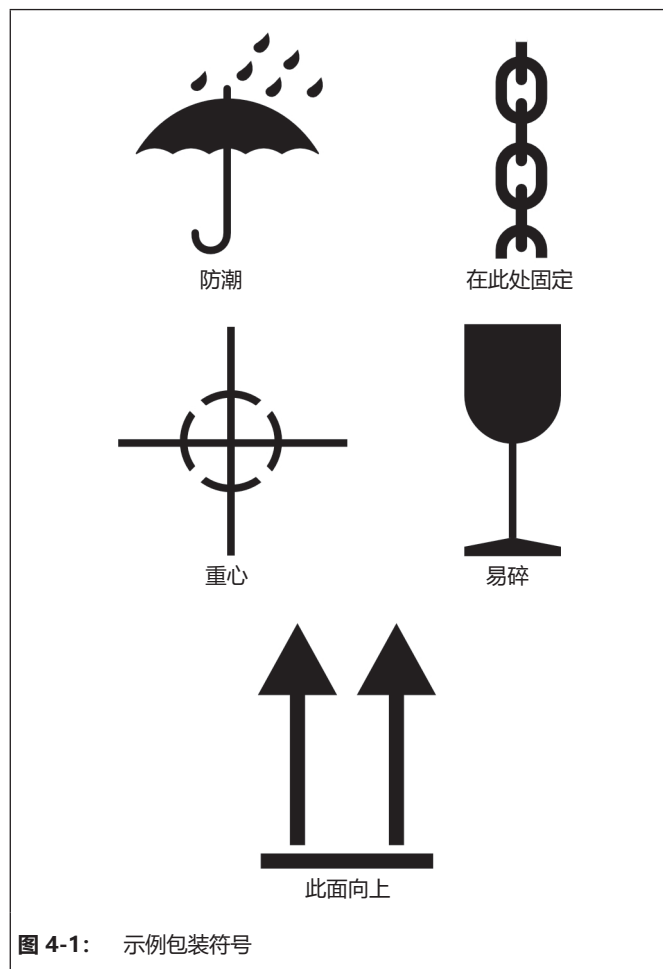

图 4-1: 示例包装符号
- ⇒ 使用带有安全夹的挂钩作为悬吊元件，以防吊索在提升和运输期间滑离挂钩，请参见图 4-1。